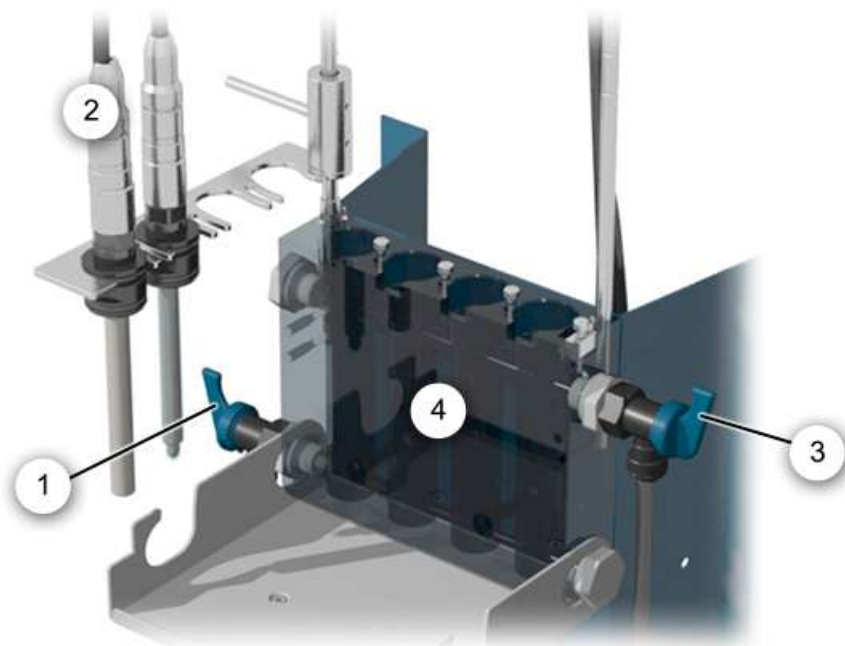

Abbildung 18: Messzellenblock AquaMaster
2.	Alle Sensoren aus dem Messzellenblock entfernen und in der Verriegelung positionieren (Abbildung 18, Position 2). i pH-Sonde und Leitfähigkeits-Sensor in Gefäss mit Wasser tauchen, damit diese vor dem Austrocknen geschützt sind. Dafür kein destilliertes Wasser sondern sauberes Leitungswasser verwenden.
3.	Schlauch bei Einlaufregulierhahn (Abbildung 18, Position 1) vom Messzellenblock entfernen, Einlaufregulierhahn öffnen und Messzellenblock in ein Gefäss leerlaufen lassen.
4.	Messzellenblock (Abbildung 18, Position 4) mit Flaschenputzer reinigen.
5.	Einlaufschlauch (Abbildung 18, Position 1) wieder einstecken.